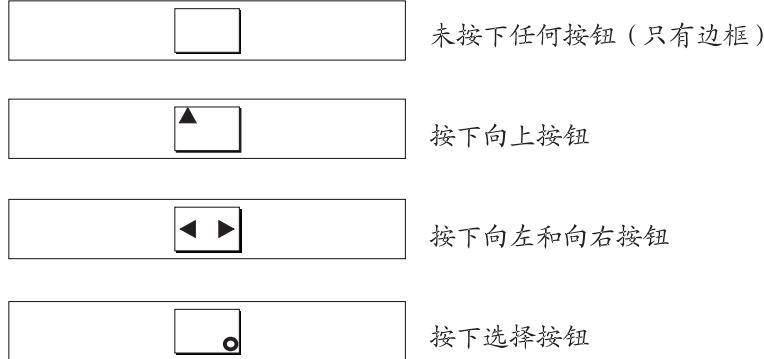

图 35. 各按钮按下时的前面板显示屏
3. 按下向上、向下、向左和向右按钮来验证它们是否工作。请参阅图 35，该图显示了当您按这些按钮时前面板应显示内容的四个示例。当完成这些按钮的测试时，按住选择按钮五秒钟退出测试。